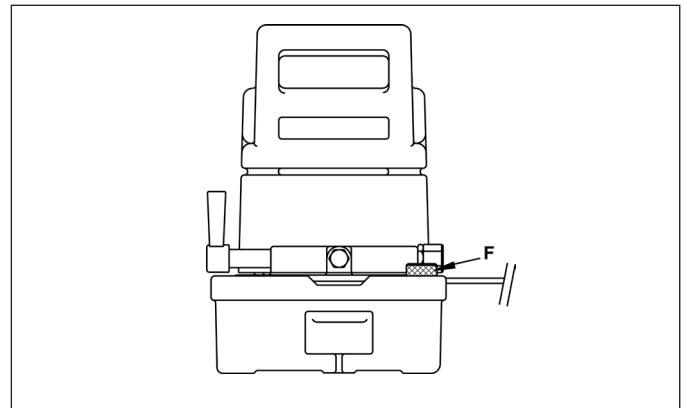

Figura 6
4.3 Adicionando óleo (Figura 6)